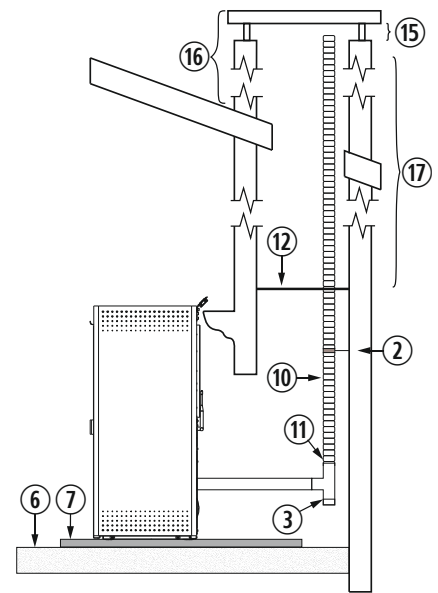

Figura 11
4.28. L'installazione di una stufa ad incasso in un caminetto può essere realizzata in completa totalità in un tubo flessibile, così come è indicato nella figura 11. Dobbiamo prestare speciale attenzione al momento di realizzare l'isolamento tra il caminetto e il tubo di fuoriuscita di gas per evitare possibili arretramenti di gas in caso di tormenta.
②	Collare di fissaggio in acciaio inox.
③	Giunto a "T" a 90° con filtro.
⑥	Pavimento in legno.
⑦	Protezione non infiammabile.
⑩	Tubo in acciaio inossidabile flessibile.
⑪	Manicotto d'unione tra flessibile e rigido.
⑫	Isolante anti -arretamento.
⑮	Minimo 200mm.
⑯	Deve superare di 1 metro il tetto.
⑰	Se superiore a 8m aumentare le dimensioni.